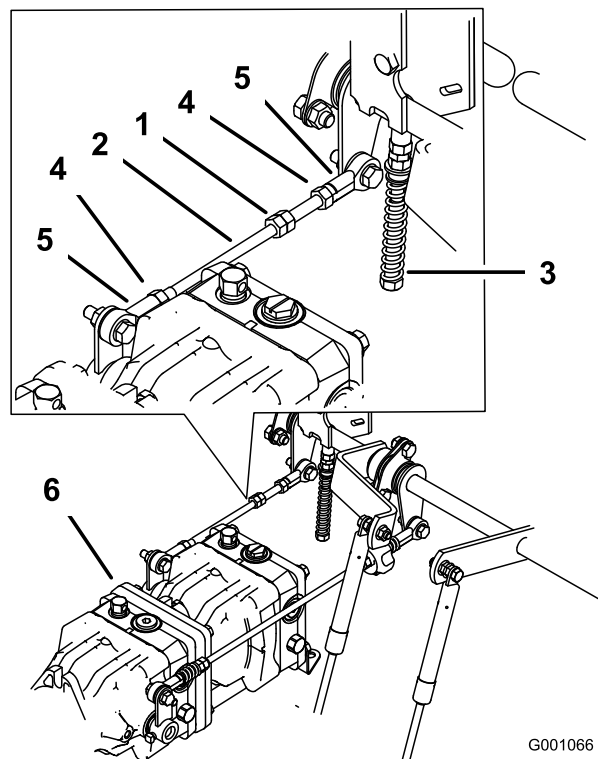

Figura 80
1. Afloje las contratuercas de la articulación esférica de la varilla de control de la bomba (Figura 80).
3. Ajuste la longitud de la varilla de la bomba girando las tuercas dobles de la varilla, en el sentido apropiado, hasta que la rueda quede estacionaria o se mueva muy lentamente en marcha atrás (Figura 80).
6. Apriete las contratuercas de las articulaciones esféricas (Figura 80).